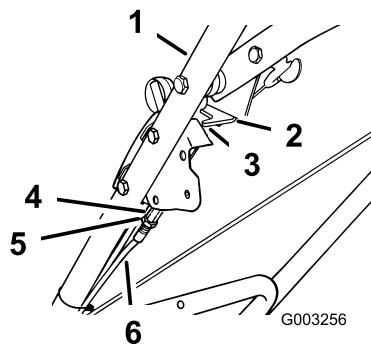

Figura 29
- Afloje la contratuerca del cable del freno de la cuchilla (Figura 29).